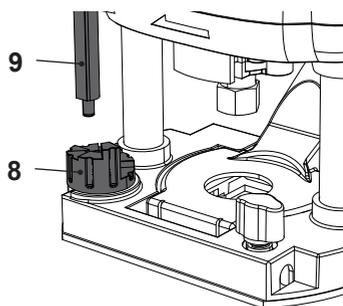

Рис. 18
Используйте шаг-буфер (8) для выполнения более глубоких пропилов в несколько приемов, каждый раз со все меньшим удалением материала. Данное изделие позволяет разбить резку на этапы до 8 шагов (Рис. 18).